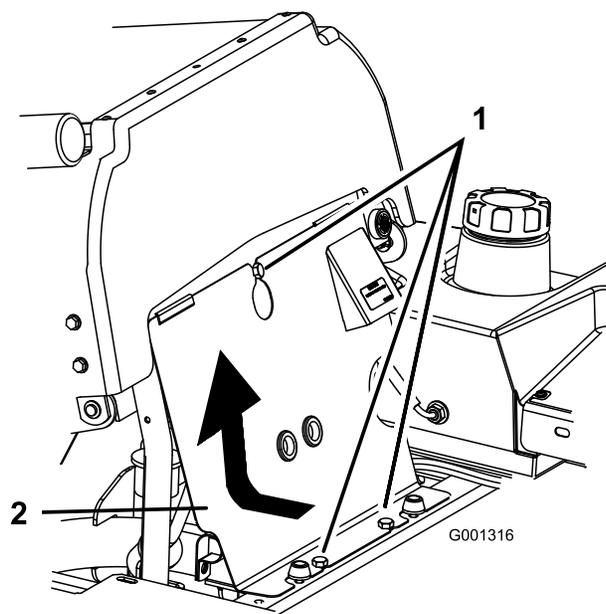

Figure 35
1. Basculez le siège en avant, desserrez les boulons et déposez le panneau avant du moteur (Figure 35).